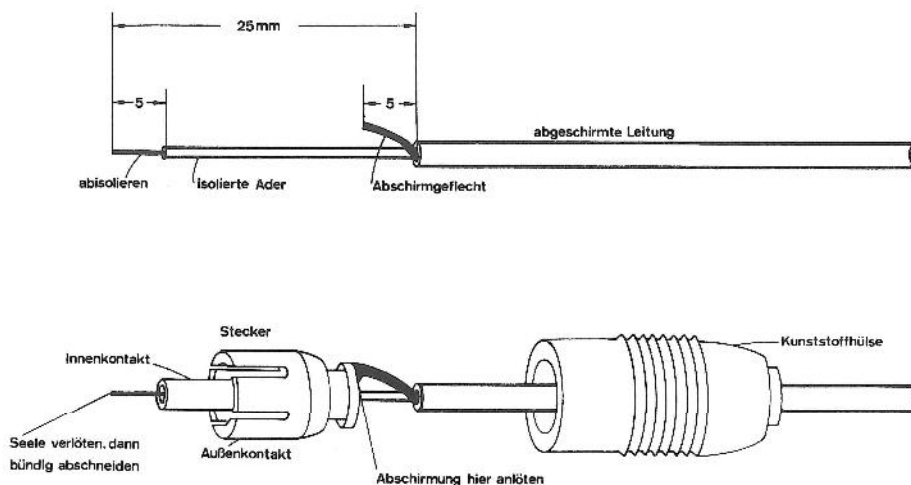

Abb. 12: "Toast"-Stecker für Hallspirale
- () Bereiten Sie die Kabelenden nach Abb. 12 vor,
schieben Sie eine Isolierhülle über jedes Kabel und verlöten Sie die Ader und Abschirmung gemäß Abb. 12. Achten Sie darauf, daß Sie beim Anlöten des Abschirmgeflechtes die Isolierung der Ader nicht verletzen. Vergewissern Sie sich mit Hilfe eines Ohmmeters, daß, nach dem Aufschieben der Kunststoffhülle, zwischen dem Innenkontakt und der Außenhülle keine elektrische Verbindung besteht. Bewegen Sie während der Prüfung die aus dem Stecker herausführende Leitung nach allen Seiten, um eventuelle Kurzschlüsse mit Sicherheit zu erkennen.